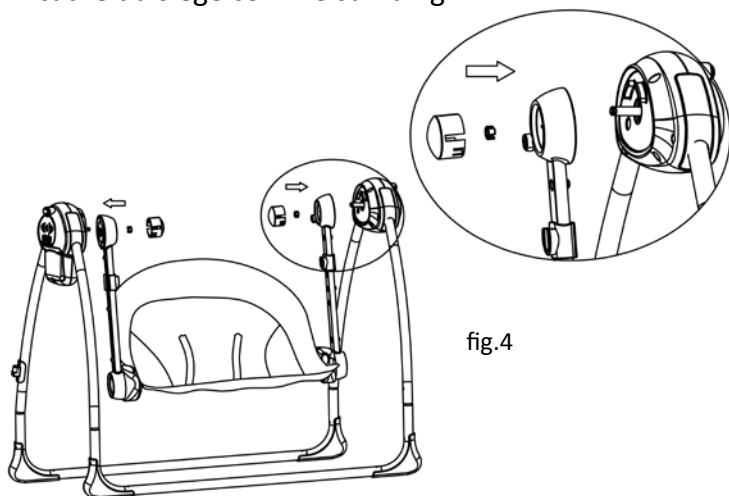

fig.4
4. Assemblez le coussin de siège comme indiqué ci - dessous. Insérez l'agrafe dans l'axe métallique comme indiqué ci-dessous, (Remarque : un trou rond à tête ronde, tête demi-rond s'encastre parfaitement dans le trou demi-rond). Assurez-vous qu'il se trouve dans la bonne fente pour fixer le cadre du siège comme sur la fig.4.